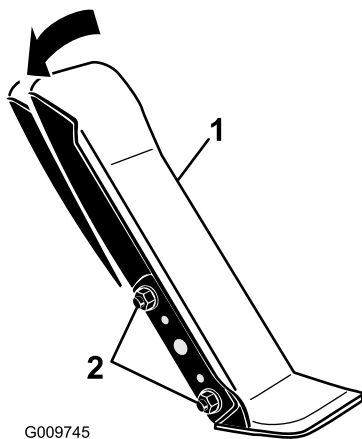

Figura 117
1. Allentare i 2 dadi e bulloni che fissano il lato sinistro del pedale di trazione alla staffa (Figura 117).
2. Inclinate il pedale nell'angolazione desiderata e stringete i dadi (Figura 117).